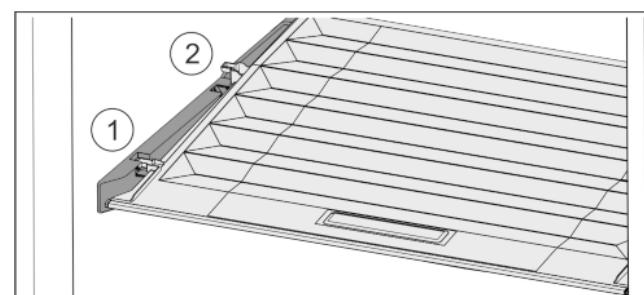

Fig. 28
- ▶ Потянуть крышку до отверстия в поддерживающих деталях вперед Fig. 28 (1).
- ▶ Поднять сзади снизу и извлечь Fig. 28 (2) движением верх.